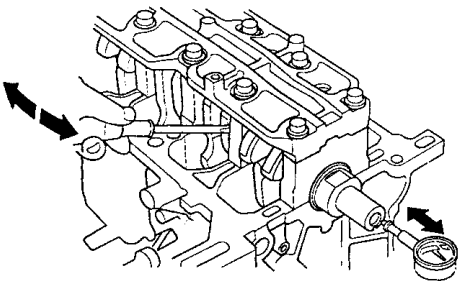

图 2-19 测量曲轴的轴向间隙
4) 如图 2-19 所示，测量曲轴的轴向间隙。将曲轴向远离百分表的方向使劲推，使百分表顶住曲轴轴颈并调零。然后向回拉曲轴顶紧百分表；表盘的读数不能超过维修极限。